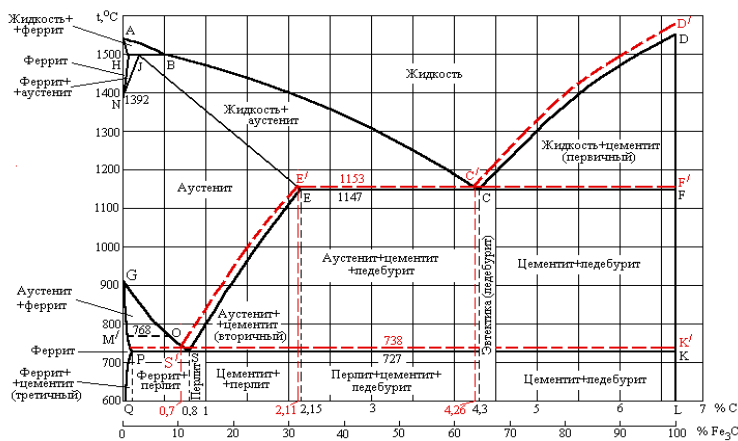

Рис. 12
1. Точка $A_0(210^\circ\text{C})$ на диаграмме Fe - Fe_3C (рис.12) характеризует...
2. Точка $A_1(727^\circ\text{C})$ на диаграмме Fe - Fe_3C (рис.12) характеризует...
3. Точка $A_2(768^\circ\text{C})$ на диаграмме Fe- Fe_3C (рис.12) характеризует...
4. Точка $A_3(910^\circ\text{C})$ на диаграмме Fe- Fe_3C (рис.12) характеризует...
5. Точка $A_4(1392^\circ\text{C})$ на диаграмме Fe-Fe₃C (рис.12) характеризует...
6. Состав фазы характеризуется точкой S на диаграмме Fe-Fe₃C (рис.12) и соответствует...
7. Состав фазы характеризуется точкой J на диаграмме Fe-Fe₃C (рис.12) и соответствует...